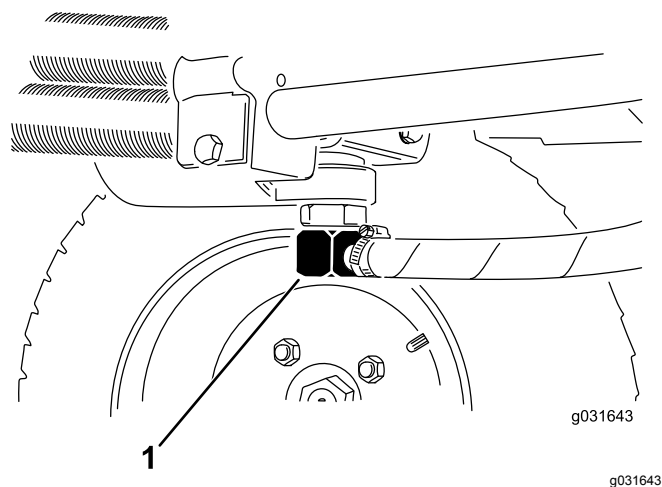
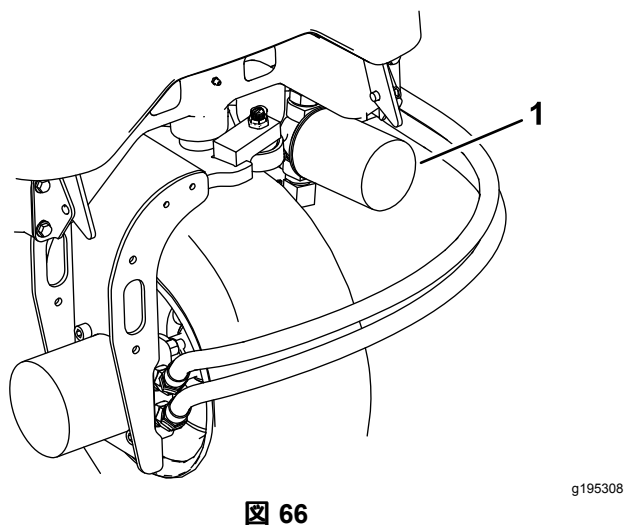

図 64
図 66
2. 油圧ラインの接続部または油圧フィルタを外し、流れ出すオイルを容器に受ける **図 66**と**図 64**。
3. オイルが全部流れ出たらラインを元通りに接続する **図 64**。
3. フィルタ取り付け部付近をきれいに拭い、下に容器を置き、フィルタを外す 図 66。